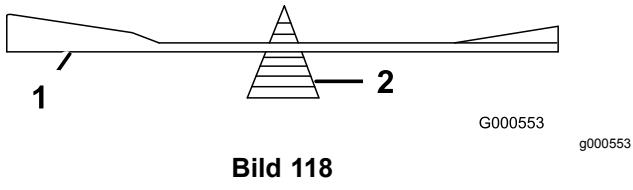

Bild 118
- Prüfen Sie die Auswuchtung des Schnittmessers auf einer Ausgleichsmaschine (Bild 118).